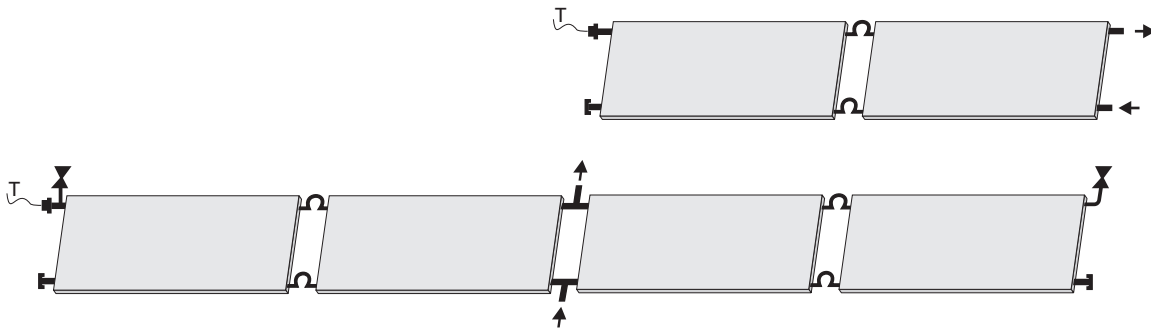

Abb. 10 Parallelschaltungen mit einseitigem Anschluss.
1) Sammelrohr oben und unten verbunden, s. Abb. 10